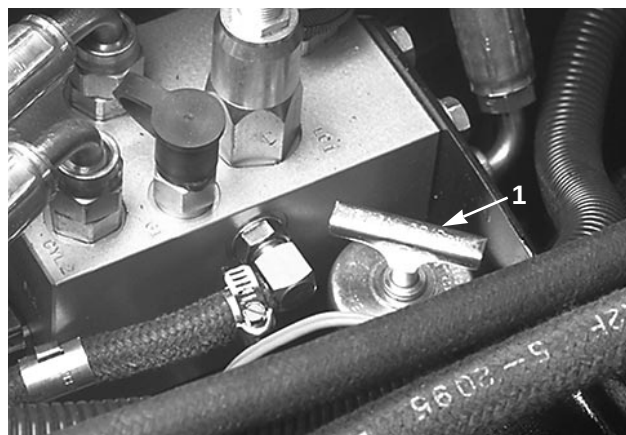

Fig. 28
7. Ta peilepinnen ut av akselens påfyllingsrør (fig. 28), og fyll akselen til riktig nivå med Mobil 424 hydraulisk olje.